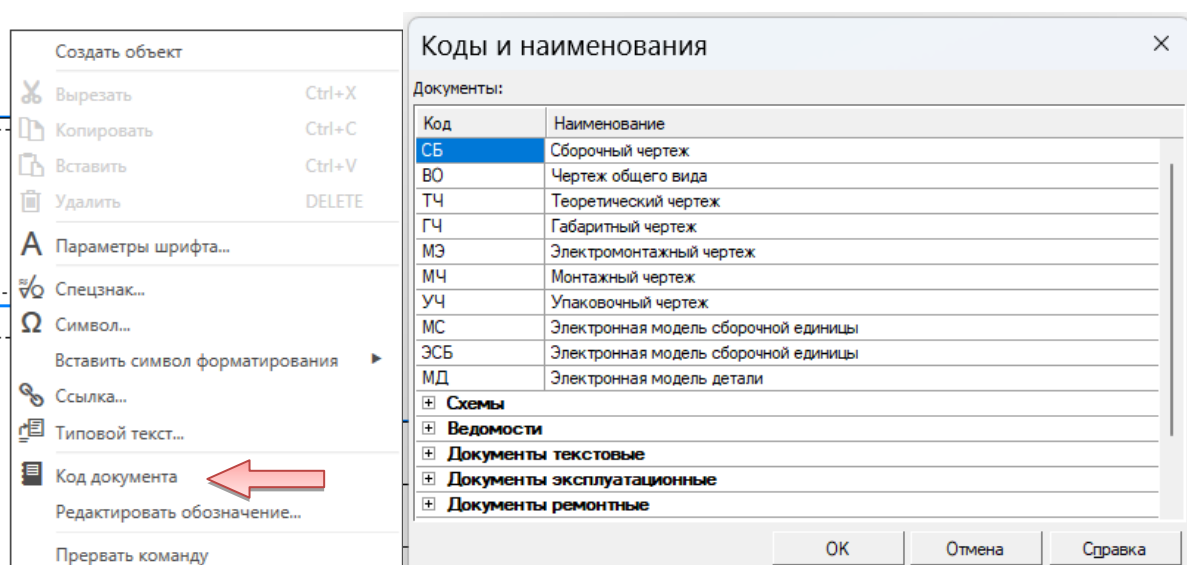

Рис. 2.2. Вставка кода в основную надпись
- В окне «Коды и наименования» укажите «Сборочный чертеж» и нажмите «ОК» (рис. 2.2).